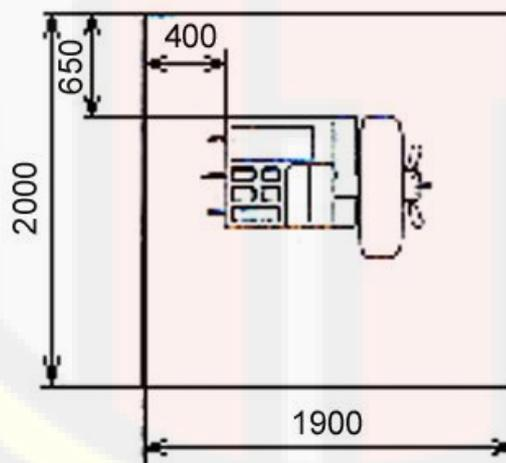

Рисунок 3
7.1.1 БМ должен быть установлен в сухом отапливаемом помещении (рабочие значения температуры воздуха от +10 до +35°C, верхнее значение относительной влажности 80% при 25°C). Для установки БМ требуется площадь не менее 1900x2200мм, несущей способностью не менее 5000 Н/м² (БМ устанавливается в центре данной площадки, см. рис. 3).